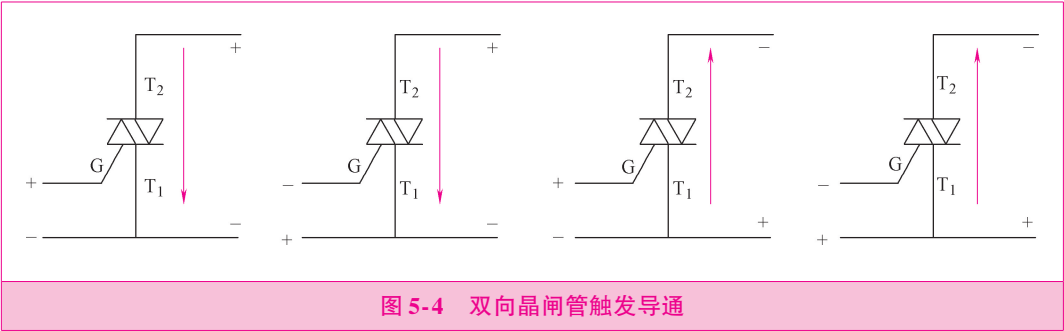

图 5-4 双向晶闸管触发导通
2) 无论主电极电压极性如何，在主电极正、反两个方向均可触发双向晶闸管，如图 5-4 所示。